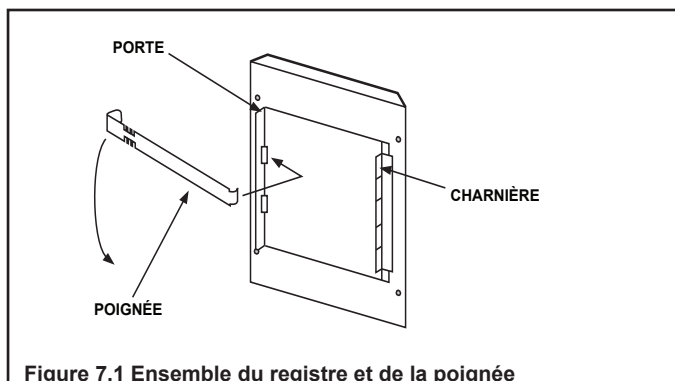

Figure 7.1 Ensemble du registre et de la poignée
- Localisez la charnière de porte vers l'arrière de l'appareil (voir la figure 7.1).